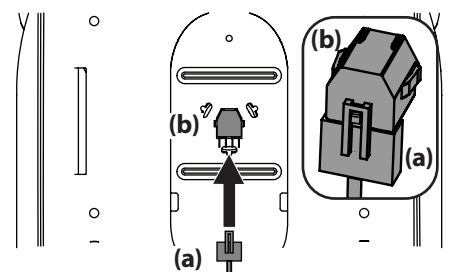

Figure 8
3. Si nécessaire, connectez le faisceau de l'interrupteur du siège (a) à l'interrupteur (b). Voir Figure 8. Placez l'excédent de fil loin des points de pincement. **Note :** Le tracteur ne fonctionnera pas sans le faisceau de câbles de l'interrupteur de siège connecté.